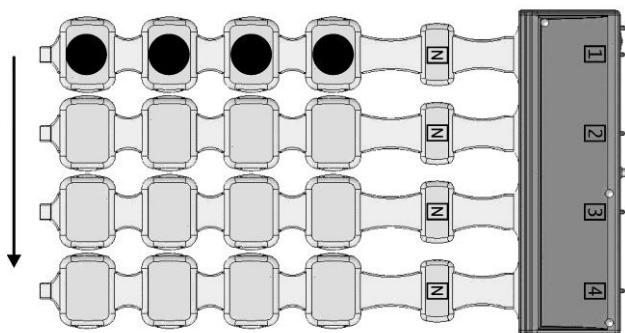

Рис. 17
- «бегущая горизонталь» (рис. 17) - одновременное возбуждение всех индукторов в одной линейке с последующим однонаправленным возбуждением всех индукторов соседней линейки по циклическому закону, цикл для данного типа развертки составляет четыре «шага» возбуждения линеек индукторов (по числу линеек в излучателе);